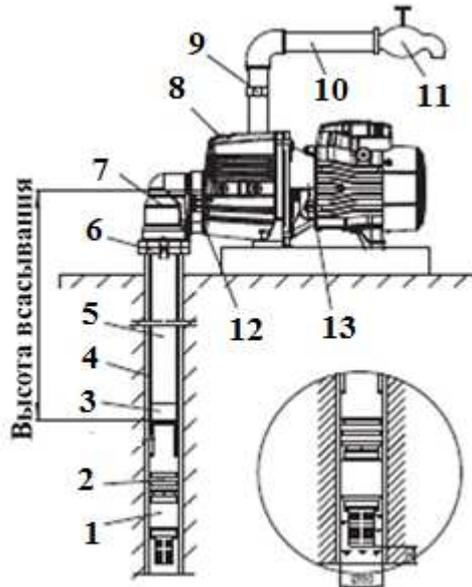

Рис. 3. Схема установки насосов моделей AJDm55/2H, AJDm75/2H, AJDm110/2H.
4. Соедините входной трубопровод с коленом, соедините колено и фланец при помощи шурупов, как показано на рис. 3.